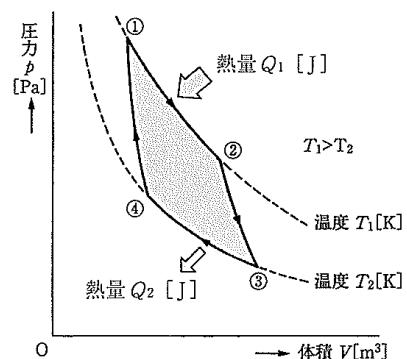

図9
図9に示すカルノーサイクルにおいて、①～②の状態変化は、【ア】とよばれ、①の気体に温度  $T_1$  [K] の高温熱源から熱量  $Q_1$  [J] を加えていくと、気体は【イ】を保って②にいたる。②～③の状態変化は、【ウ】とよばれ、②で熱量  $Q_1$  [J] の供給を断たれたあと、気体は【エ】変化をしながら③まで膨張して仕事をする。この仕事は、気体がもつ内部エネルギーを消費して行われるために、気体の温度は、低温熱源の温度  $T_2$  [K] まで低下する。③～④の状態変化は、【オ】とよばれ、③で膨張を終えた気体は、低温熱源に熱量  $Q_2$  [J] を捨てながら温度  $T_2$  [K] を保って【カ】変化し、④まで【キ】する。④～①の状態変化は、【ク】とよばれ、④で熱エネルギーの出入りを断たれた気体は、外部から仕事を受けて、断熱変化をしながら収縮する。このため、気体の内部エネルギーが【ケ】して、温度は  $T_1$  [K] へ上昇して、①へ戻る。